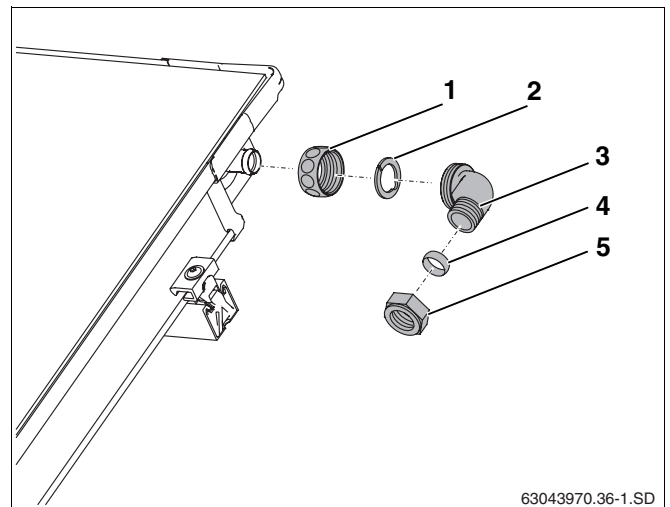

Fig. 57 Instalar a tubagem de impulsão (sem dispositivo de purga no telhado)
- ▶ Colocar a porca (fig. 57, **item 1**) sobre a ligação do colector.
- ▶ Colocar a anilha de aperto (fig. 57, **item 2**) atrás do reforço da ligação do colector e apertar.
- ▶ Pressionar o cotovelo com a união roscada de anel de aperto (fig. 57, **item 3**) na ligação, alinhar e aparafusar com a porca.